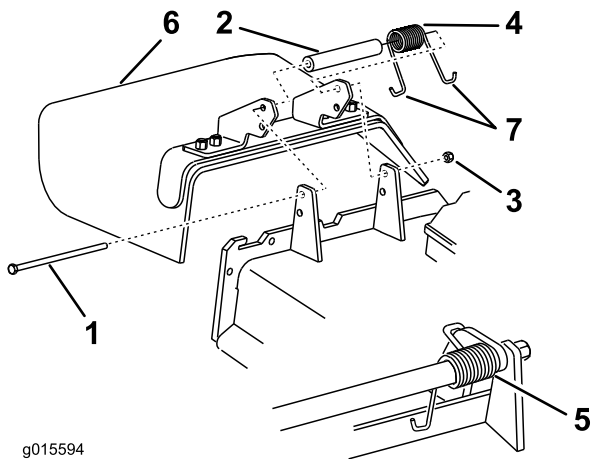

Figure 85
1. Retirez le contre-écrou, le boulon, le ressort et l'entretoise qui fixent le déflecteur aux supports de pivot (Figure 85).
2. Enlevez le déflecteur s'il est endommagé ou usé (Figure 85).
Remarque: Prenez soin de placer une extrémité en **J** du ressort derrière le bord du tablier avant de mettre le boulon en place, comme montré à la Figure 85.
6. Accrochez l'extrémité en **J** du ressort au déflecteur d'herbe (Figure 85).